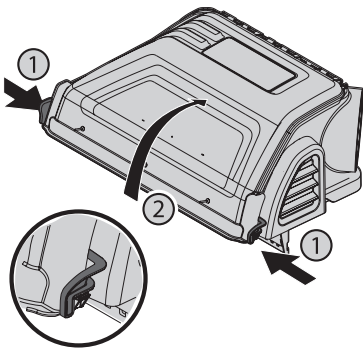

Figura 29
1. Abra el capó oprimiendo las lengüetas laterales traseras con la mano (1) y elevando la cubierta con la otra mano en la parte central trasera de la cubierta de la embolsadora (2) como se indica en la Figura 29.